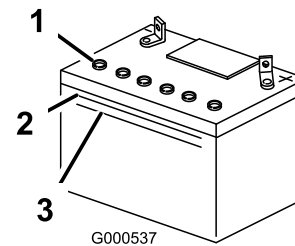

Figura 42
3. Verifique a lateral da bateria. O eletrólito deve estar na linha **superior** (Figura 42). Não permita que o nível de eletrólito fique abaixo do nível inferior (Figura 42).
5. Remova os bujões de ventilação da bateria (Figura 42).
6. Com cuidado, adicione água destilada em cada célula da bateria, até o nível atingir a marca Superior (Figura 42) na carcaça da bateria.
7. Aguarde de 5 a 10 minutos após encher as células. Se necessário, adicione água destilada até o nível atingir a marca Superior (Figura 42) na carcaça da bateria.